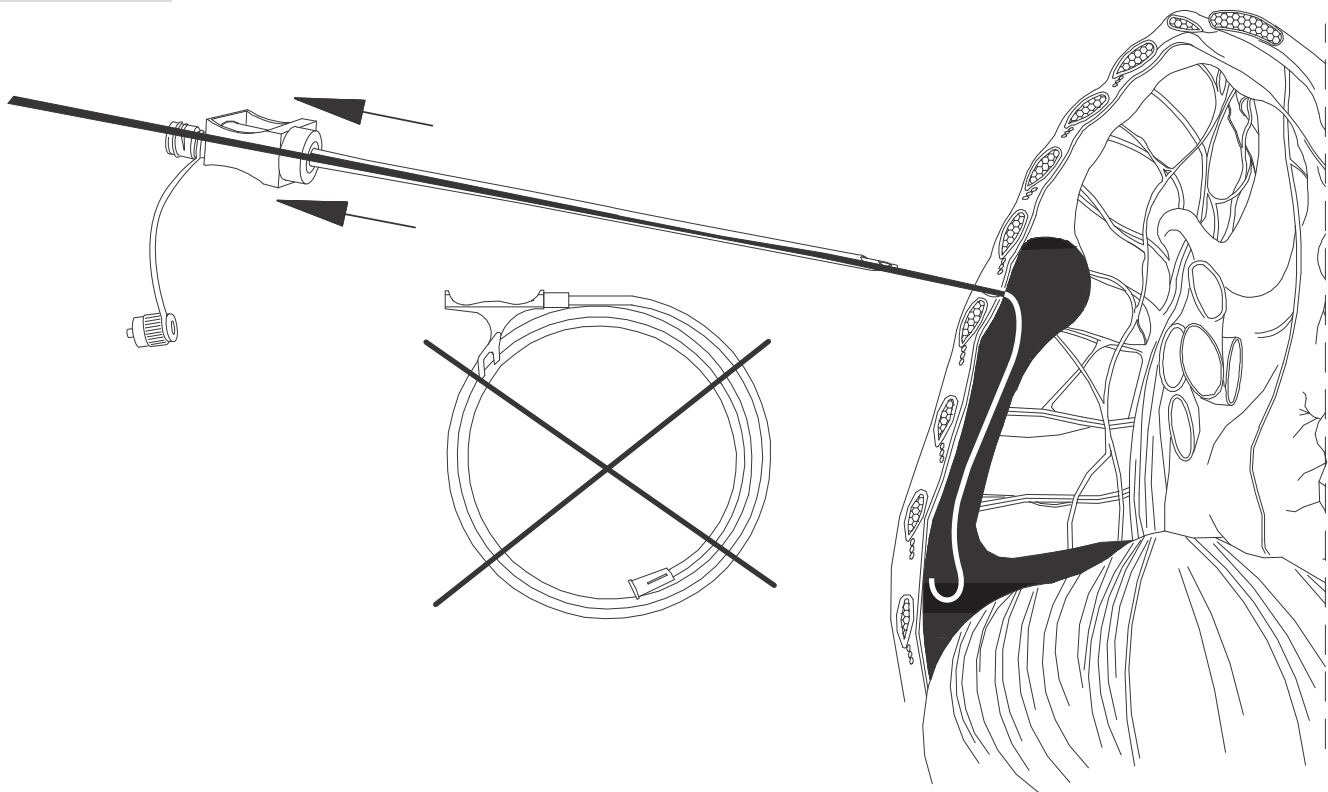

Fig. 4
6. Вставьте свободный конец проволочного проводника во внутренний просвет дренажного катетера, начиная с конца (рис. 4).
7. Сдвиньте катетер по проволочному проводнику до места установки на коже. В этот момент осторожно нажмите, чтобы позволить катетеру проникнуть, а затем завершите установку (рис. 4). Колпачок на катетере предотвращает обратный ток жидкости от пациента.